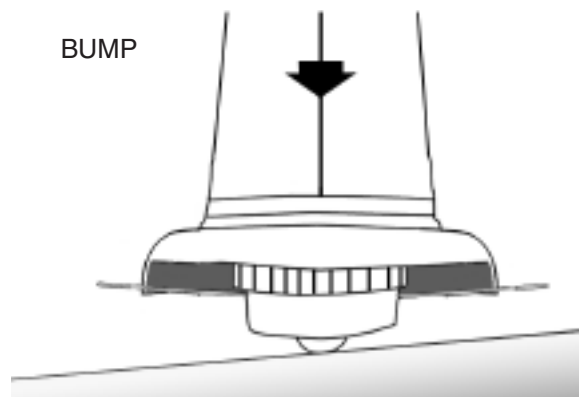

Fig. 8
**ADVERTENCIA:** Un hilo corto o gastado, corta mal, por lo que es necesario que presione "golpee" el botón del cabezal contra el piso con la maquina encendida. Esto hará que el hilo salga del cabezal y se cortara automáticamente a la longitud optima con la cuchilla de la guarda. (Fig. 8)